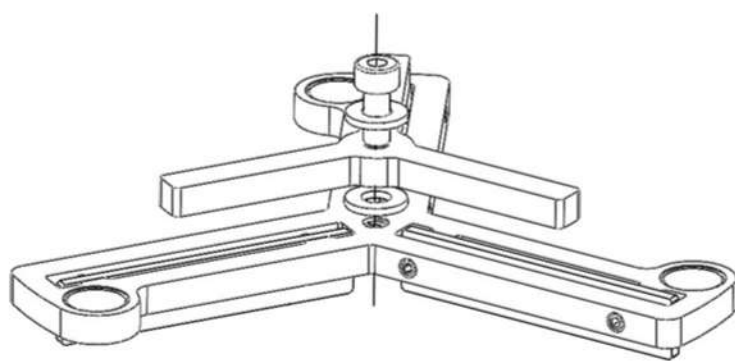

Рисунок 2
**6.5.** Подбираем и устанавливаем подходящий ограничитель по размеру токарного патрона (Рис. 2).